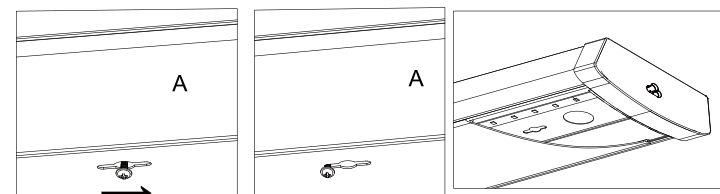

Figure 11
4. Hide cables with wire nuts in the junction box. Guide the heads of the four wood screws into the keyhole slots and slide the lamp base (A) in the direction such that the wood screw heads rest over the narrow part of the keyhole slot. Ensure that the fixture is supported and tighten the four wood screws until the fixture is secured to the mounting surface. (Figure 11)
4. Cachez les câbles avec des serre-fils dans la boîte de jonction. Guidez les têtes des quatre vis à bois dans le trou de la serrure fentes et faites glisser la base de la lampe (A) dans la direction de sorte que les têtes de vis à bois reposent sur la partie étroite de la fente en trou de serrure. Assurez-vous que le support est soutenu et serrez les quatre vis à bois jusqu'à ce que le support soit fixé à la surface de montage. (Figure 11)